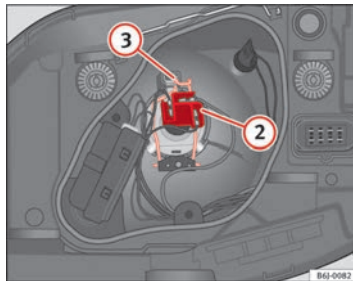

Abb. 145 Abblend-/
- Ziehen Sie den Stecker ⇒ Abb. 145 ② von der Lampe ab.
- Nehmen Sie die Haltefeder ⇒ Abb. 145 ③ durch Eindrücken und Rechtsdrehung ab.